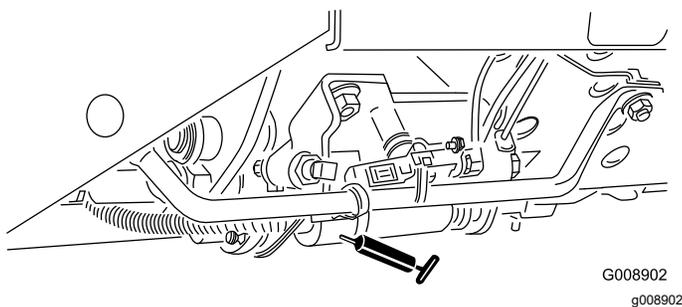

Рисунок 59
- Ползунок режима скашивания/транспортировки (Рисунок 59)